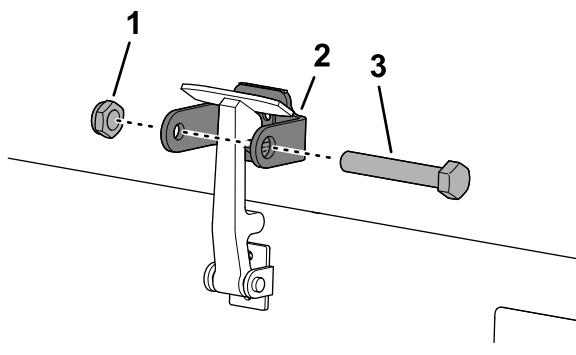

Bild 37
8. Schrauben Sie die Schraube in den anderen Arm der Motorhaubenhalterung, um den Riegel zu arretieren (Bild 37).